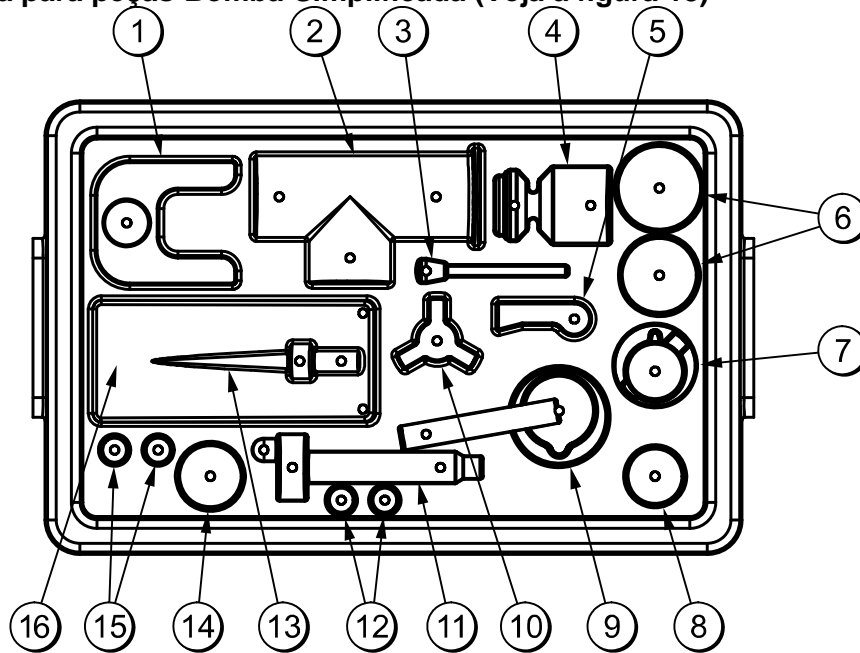

Figura 18
**056525 Bandeja para peças-Bomba-Simplificada (Veja a figura 18)**